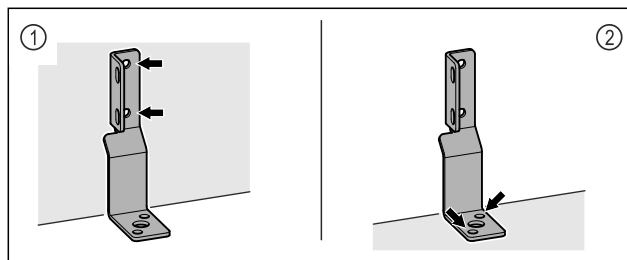

Fig. 6
- ▶ Fixați vinclul pe perete Fig. 6 (1) sau podea Fig. 6 (2).